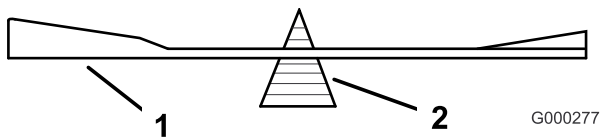
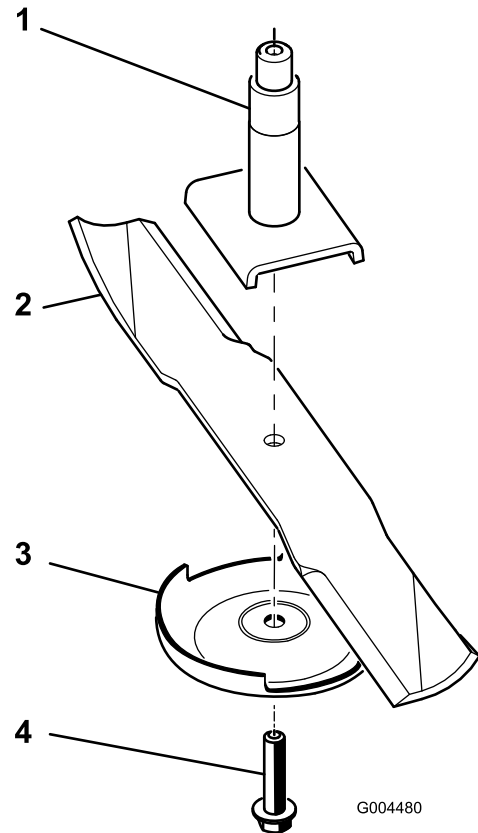

Figure 68
Figure 69
2. Enlevez le boulon, la plaque anti-scalp et la lame de l'axe de pivot (Figure 69).
2. Vérifiez l'équilibre de la lame en la plaçant sur un équilibreur (Figure 68). Si la lame reste horizontale, elle est équilibrée et peut être utilisée. Si la lame est déséquilibrée, limez un peu l'extrémité de la partie relevée seulement (Figure 69). Répétez cette procédure jusqu'à ce que la lame soit équilibrée.
1. Placez la lame sur l'axe (Figure 69).
2. Montez la plaque anti-scalp et le boulon de lame (Figure 69).